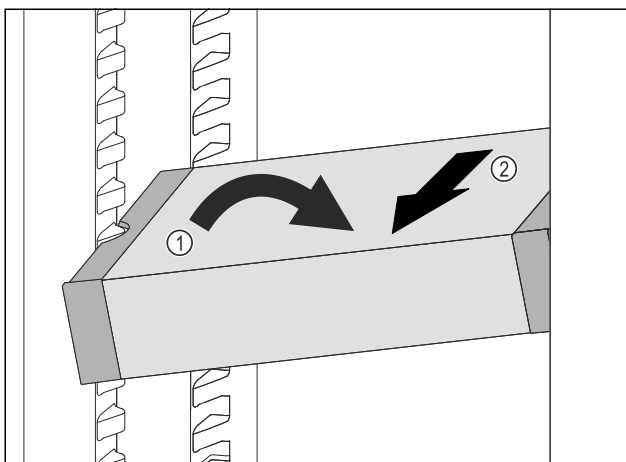

Fig. 57
- Impostare il vano frigorifero di VarioSafe ad angolo. Fig. 57 (1)
- Rimuovere VarioSafe tirando in avanti. Fig. 57 (2)